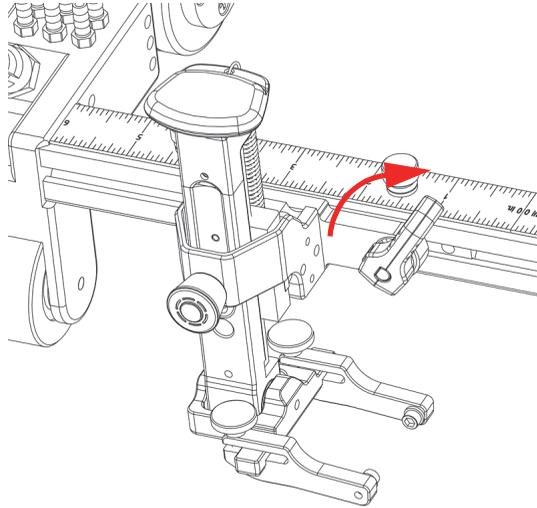

Figura 2-13 Supporto della sonda bloccato in posizione
4. Ruotare la leva di posizionamento in senso orario per bloccare in posizione il supporto della sonda (Figura 2-13 a pagina 45).